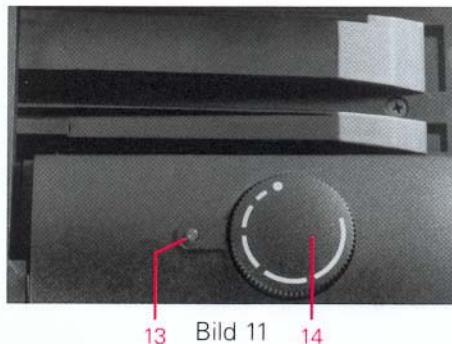

Bild 11
Die Inbetriebnahme erfolgt durch Drehen des Knopfes (14) über den Rastpunkt hinaus. Als Kontrolle leuchtet die rote Bereitschaftsanzeige (13) auf (Bild 11).
The timer for automatic slide projection can be continuously adjusted between approx. 3 and 30 seconds using the rotary knob (14). The slides are then transported forwards automatically. Start by rotating the knob (14) beyond the detent point. The red ready display (13) lights up as a check (Fig. 11).
La mise en service s'effectue en tournant le bouton (14) au-delà du point d'enclenchement. Le signal d'attente rouge (13) s'allume pour contrôle (figure 11).